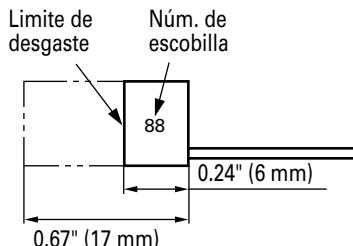

Fig. 7
3. Inspeccionar los carbones de contacto (Fig. 7)
- Utilice las escobillas HITACHI Núm. 88 indicadas en la Fig. 7.